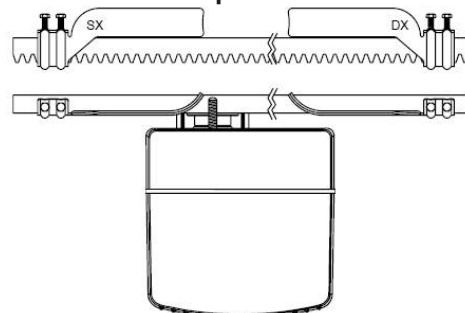

рис. 11
- Расположите лапку концевика открывания (рис. 11) таким образом, чтобы она перехватывала рычажок микропереключателя, вызывая его сработку. После определения нужного положения, закрутите винты лапки.
- Расположите лапку концевика закрывания (рис. 11) таким образом, чтобы она перехватывала рычажок микропереключателя, вызывая его сработку. После определения нужного положения, закрутите винты лапки.